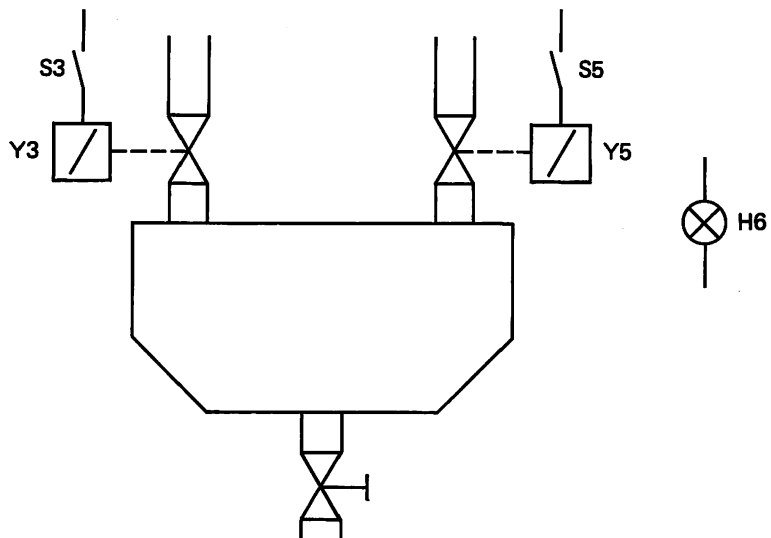

Bild F24.1
- 7) Einem Sammelbehälter können zwei verschiedene Flüssigkeiten zugeführt werden (Bild F24.1). Die Betätigung der Magnetventile mit den Bezeichnungen Y3 und Y5 erfolgt über die Schalter S3 und S5. Die Meldelampe H6 soll eine Fehlbedienung anzeigen. Fehlbedienung liegt vor, wenn die beiden Schalter gleichzeitig in Stellung EIN gebracht werden. Es darf nur ein Magnetventil geöffnet sein.